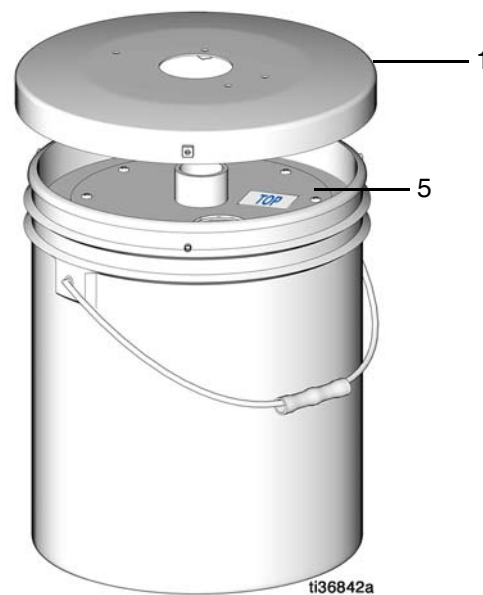

FIG. 6
6. Placer le couvercle de fût (1) sur le haut de la plaque suiveuse (5) (FIG. 6).